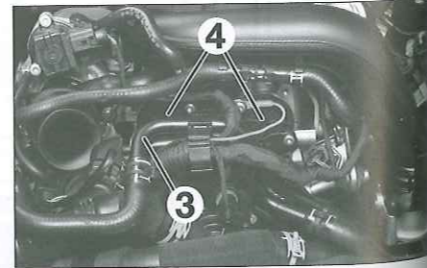

Fig. 3
- Desconectar el manguito de líquido de refrigeración (3) (Fig.3).
- Desmontar las dos carcasas (4) situadas en el extremo de ejes de levas.